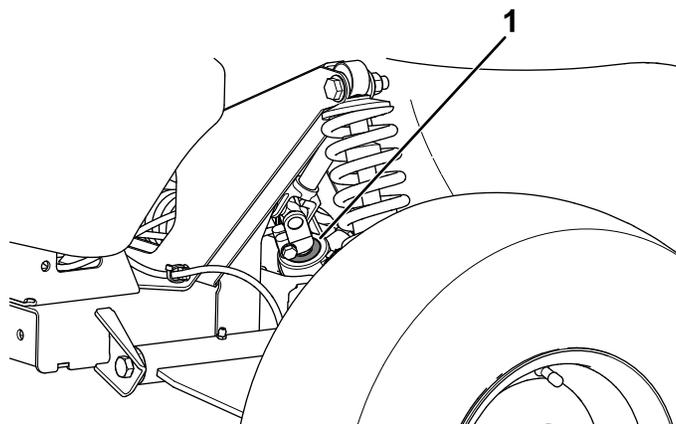

Рисунок 51
**Внимание:** Проверьте состояние и надежность уплотнения вала ведущей шестерни (Рисунок 51).